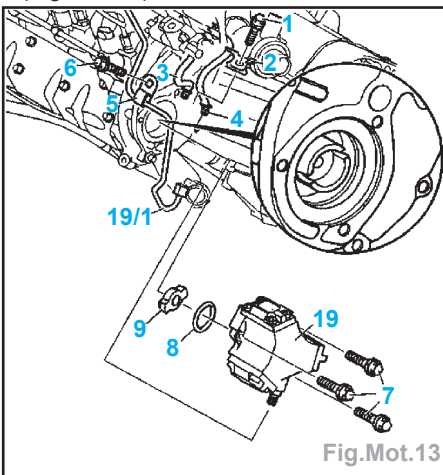

Fig.Mot.13
- Dévisser la conduite de pression (19/1) sur la pompe haute pression (19) (Fig.Mot.13).